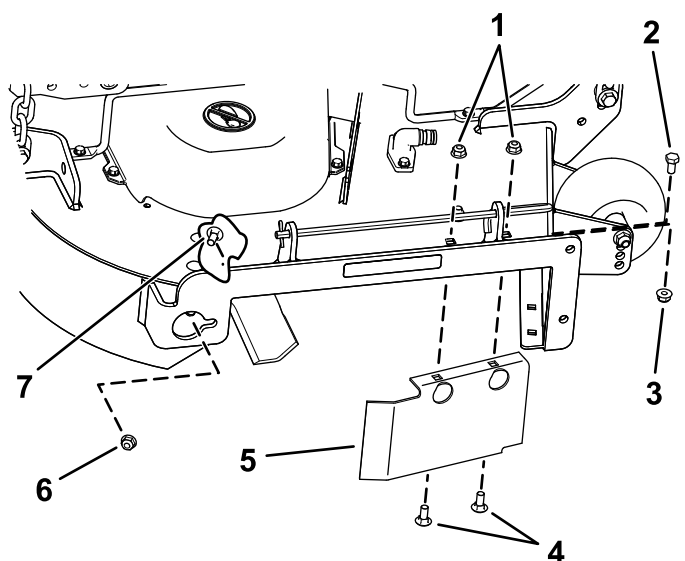

Figura 18
8. Rimuovete il bullone a testa tonda (5/16" x 3/4") e il dado di bloccaggio (5/16") che fissano il deflettore al lato posteriore del piatto di taglio (Figura 18).
9. Localizzate la protezione del deflettore davanti all'apertura di scarico laterale (Figura 18).
10. Rimuovete gli elementi di fissaggio che assicurano la protezione del deflettore e il deflettore destro al piatto di taglio (Figura 18).
13. Montate gli elementi di fissaggio rimossi in precedenza nei fori anteriori nella piastra di scarico e del foro anteriore del piatto di taglio (Figura 18).